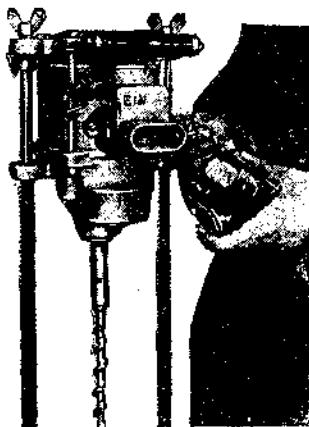

Рис. 58. Включение дрели.
2. Подготовка инструмента к работе: а) подбор сверла по размеру дыры б) вставка сверла	<p>Определяет диаметр сверла и выбирает его из числа имеющихся соответственного диаметра.</p> <p>Левой рукой вставляет сверло конусной частью плотно в патрон и, придерживая сверло, крепит отверткой стопорный винт доотказа (рис. 58).</p>